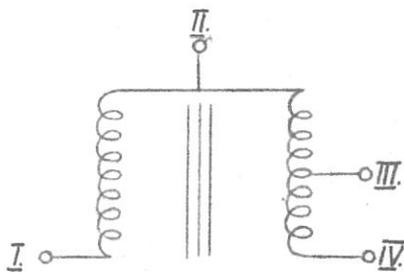

Рис. 2.
2. Дроссели TL1, TL2 и TL3 находятся у распределительного оборудования; они становятся доступными, если снять нижнюю доску распределительного щита. Эти дроссели предназначены для увеличения крутизны вольт-амперной характеристики (рис. 4). Обмотка каждого дросселя разделена на 2 части (смотри рис. 2). Ответвление II в точке соединения половин дросселя и ответвление III, которое находится посередине второй части дросселя, обеспечивают постепенное уменьшение полного сопротивления дросселей для компенсации потерь напряжения, которое появляется вследствие старения элементов выпрямителя. Более точное изменение сопротивлений дросселей можно достигнуть изменяя воздушный зазор сердечника.